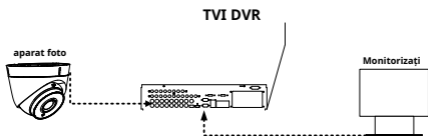

Figura 3-1 Conexiune
1. Conectați camera la TVI DVR și la monitorul prezentat în Figura 3-1.